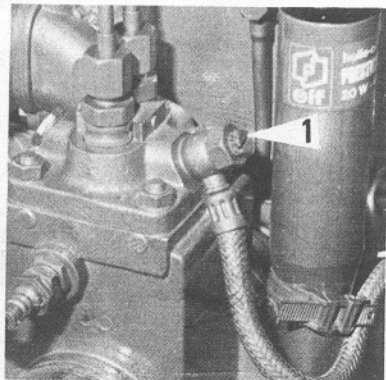

Fig. 14
- Dévisser sur la pompe à injection la vis de purge 1 (Fig. 14)
- Undo fuel filter bleed screw 1 (Fig. 14) on injection pump